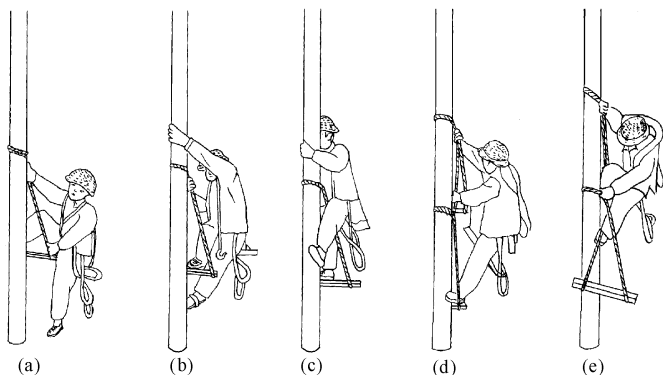

图 1-15 踏板登杆方法
(1) 先把一只踏板钩挂在电杆上，高度以操作者都能跨上为准，另一只踏板挂在左肩上，用右手握住挂钩端双根棕绳，并用大拇指顶住挂钩，左手握住左边贴近木板的单根棕绳，把右脚跨上踏板，如图 1-15 (a) 所示。
(2) 左手用力往下压，以防木板翘起，两手和两脚同时用力，使人体上升，如图 1-15 (b) 所示。
(3) 当人体上升到一定高度时，松开右手并向上扶住电杆使人体立直，将左脚绕过左边单根棕绳踏入木板内，如图 1-15 (c) 所示。
(4) 待人体站稳后，在电杆上方挂上另一只踏板，然后右